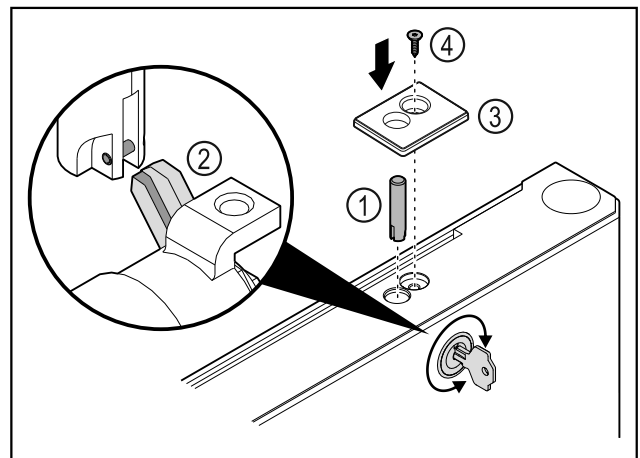

Fig. 47
► Colocar el perno de cierre Fig. 47 (1).
► Girar ligeramente la cerradura para que el perno de cierre Fig. 47 (2) encaje en la ranura de la cerradura.
► Colocar la cubierta Fig. 47 (3).
► Colocar el tornillo Fig. 47 (4).